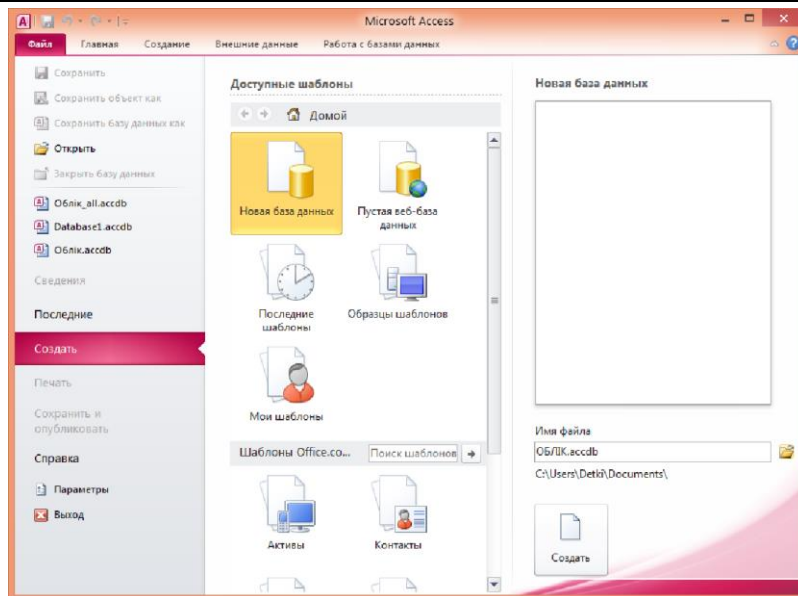
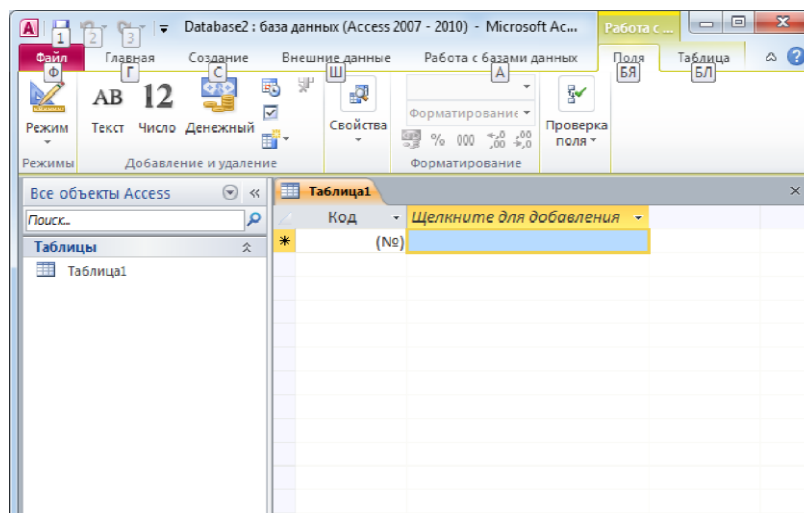

Рис. 1. Стартовое вікно СУБД MS Access
Рис. 2. Вікно створення таблиці бази даних
2. У вікні СУБД ввести у поле Імя файла ім'я для створюваної бази даних, обрати для розміщення свою папку (переконавшись, що виділений шаблон Новая база данных (рис. 1)) та натиснути на кнопку Создать. Відкриється вікно створення таблиці бази даних, у якому зліва буде відображена панель навігації, а праворуч шаблон для створення таблиці (рис. 2).